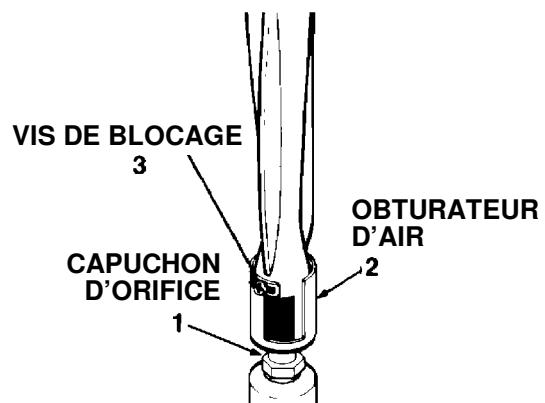

FIGURE 5
1. Flamme jaune - ouvrir l'obturateur d'air afin d'assurer son ouverture maximum tout en ayant une flamme qui ne se soulève pas du brûleur ou qui s'éteigne lorsque le brûleur est froid. (Voir l'élément 2 de la figure 5.)
2. Flamme avec partie bleue distincte mais qui se soulève du brûleur - fermer l'obturateur d'air jusqu'à ce qu'il produise une flamme qui ne se soulève pas du brûleur ou s'éteigne lorsque le brûleur est froid. (Voir l'élément 2 de la figure 5.)